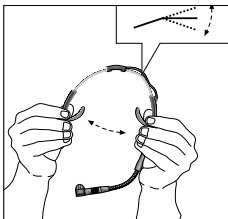

Abb. 8:
4. Falls das Mikrofon noch immer zu locker sitzt, können Sie den Nackenbügel leicht nach innen biegen (s. Abb. 8).